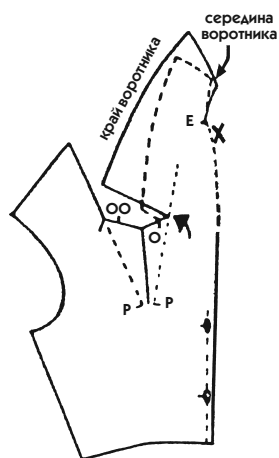

Рис. 595
2. Верхняя линия лацкана продолжена за засечку О, чтобы получить более глубокий угол. Это возможно сделать при условии, что она не пересекает линию вытачки (на рис. 595 большая стрелка указывает на пунктир).